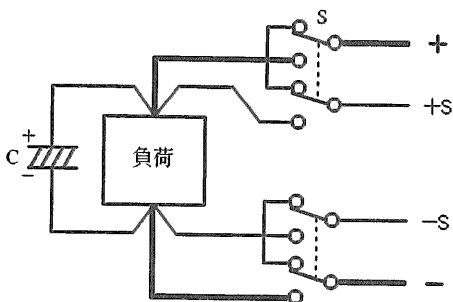

図 3-4C 機械的スイッチによる ON/OFF
- ・ 負荷に供給する電力を機械的スイッチで ON/OFF する場合は、図 3-4C のようにセンシング線間にもスイッチを入れ、電力とセンシングを同時に ON/OFF してください。